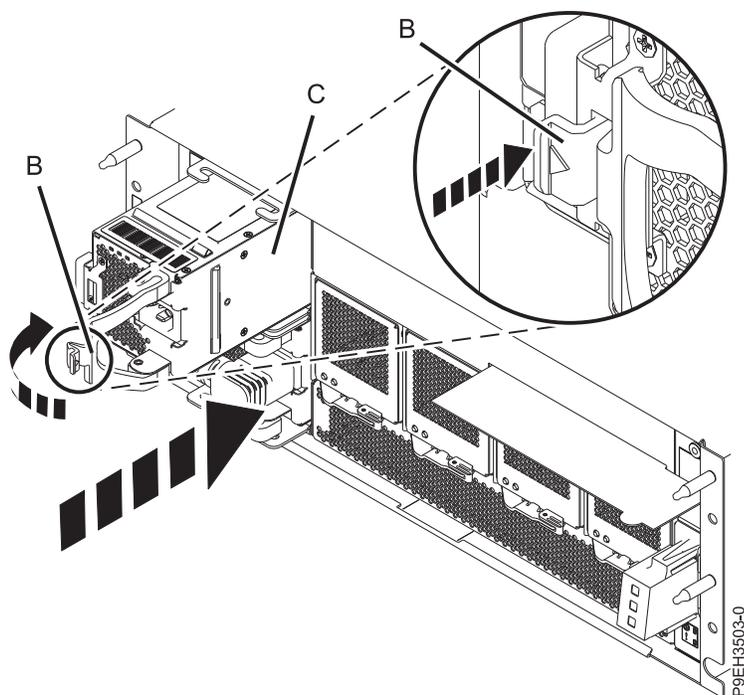

Figura 6. Sustitución de la fuente de alimentación en el cajón de expansión PCIe3 EMX0
2. Sosteniendo el asa (**B**) con la mano para sujetar la fuente de alimentación por la parte inferior (**C**), alinee la fuente de alimentación con la ranura de la fuente de alimentación y deslícela en la bahía. Vea la Figura 6 en la página 6.
3. Haga girar el asa (B) y, a continuación, presiónela hasta que quede encajada, tal como se muestra en la Figura 6.